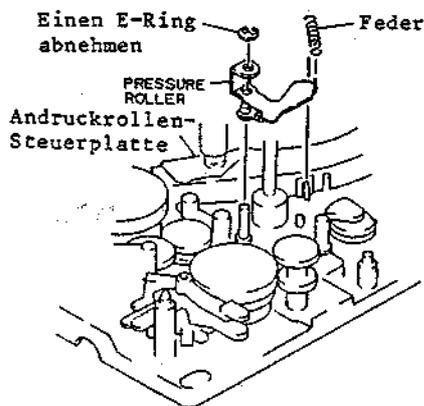

Abb. 2-94 Ausbau der Andruckrollen-Steuerplatte
3-42 Ausbau der Andruckrollen-Steuerplatte (Abb. 2-94)
7. Die zwischen der Andruckrollen-Steuerplatte und dem Chassis angeordnete Feder abnehmen (siehe Abb. 2-94).
8. Einen (1) E-Ring, mit dem die Andruckrollen-Steuerplatte befestigt ist, abnehmen.